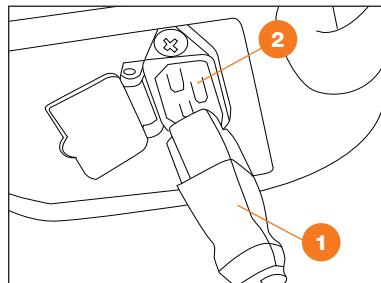

Рис. 6
Для зарядки аккумулятора вставьте вилку сетевого адаптера в розетку электрической сети 220В. Индикатор на зарядном устройстве изменит цвет с красного на зеленый, а затем погаснет. Вставьте шнур сетевого адаптера ① в разъем для зарядного устройства ② в корпусе опрыскивателя (Рис. 6).